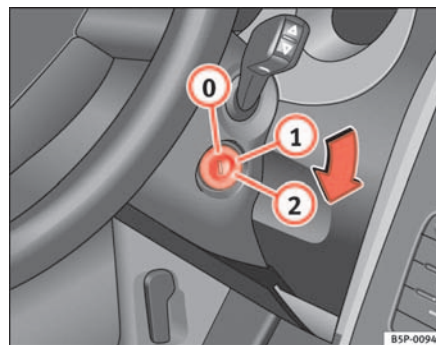

Fig. 131 Posições da chave da ignição
Nesta posição, ⇒ fig. 131 a ignição e o motor estão desligados, podendo bloquear a direcção.
- Rodar a chave da ignição para a posição ⇒ **página 162, fig. 131**
①. O indicador luminoso  acender-se-á em caso de pré-incandescência do motor.
- Quando a luz avisadora já não estiver acesa, rodar a chave da ignição para a posição ② para dar arranque ao motor, sem acelerar.
- Rodar a chave da ignição para a posição ⇒ página 162, fig. 131 .